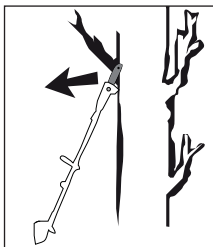

Bild 2
- Ett kast kan uppstå om svärdets 16 spets kommer i kontakt med ett föremål eller när en gren böjs så att sågkedjan 17 kläms fast i snittet (se bild 2).